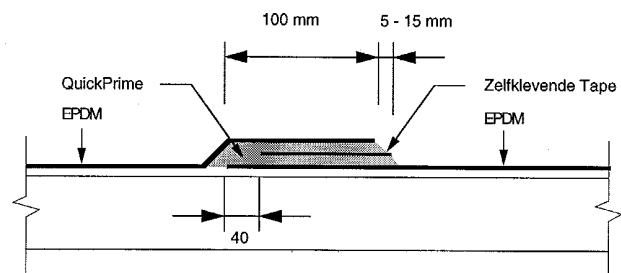

Fig. 4
– Met behulp van de zelfklevende band *Quick Seam Splice Tape* : fig. 4